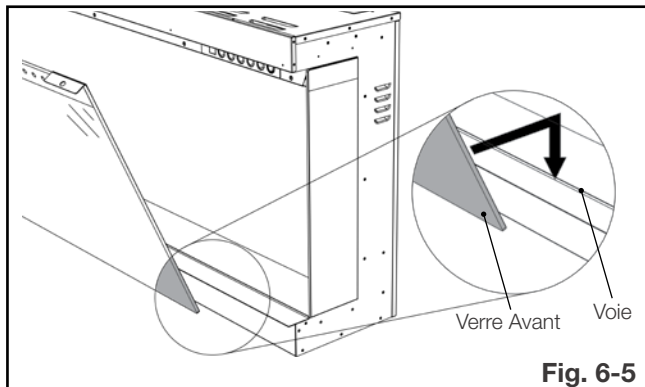

Fig. 6-5
1. Placez le verre avant dans la voie située dans la chambre de combustion (**Fig. 6-5**).